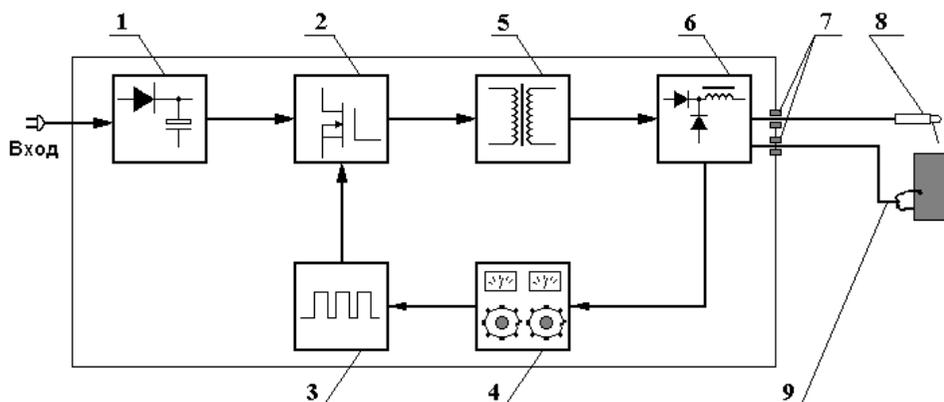

Рисунок 1 – Блок-схема сварочного выпрямителя
3.1. Выпрямители серии БИМАрк-315 / БИМАрк-400 / БИМАрк-500 STANDARD Line произведены на базе современной технологии, благодаря использованию мощных высокочастотных полупроводников и применению принципа широтно-импульсной модуляции. Принцип работы отображён на блок схеме рис. 1.